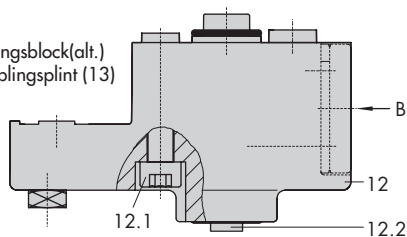

Bild 5 · Direktmontering – styrsignalanslutning för don typ 3277 med 240, 350 och 700 cm²
6. Rikta kopplingsplinten (13) på sidan av kopplingsblocket (12) efter pilmarkeringen på blocket så att ställdonssymbolen för "fjäder stänger" resp. "fjäder öppnar" stämmer överens med ställdonets utförande. I annat fall måste de tre fastsättningsbultarna lossas täckplattan lyftas och packningen (16) återplaceras och vridas 180°. På äldre kopplingsblock (bild 5 nedan) måste kopplingsplinten (13) vridas så att ställdonssymbolen är riktad mot pilmarkeringen.
7. Placera kopplingsblocket (12) med dess tätningsslingor på lägesställaren och ställdonsoket och dra fast med bult (12.1). På don "fjäder öppnar" avlägsna dessutom pluggen (12.2) och montera den externa styrsignalledningen.
8. Montera locket (11) på motsatta sidan. Se därvid ovillkorligen till, att avluftningspluggen, när lägesventilen är monterad, visar nedåt så att eventuellt ansamlad kondensvatten kan rinna ut.